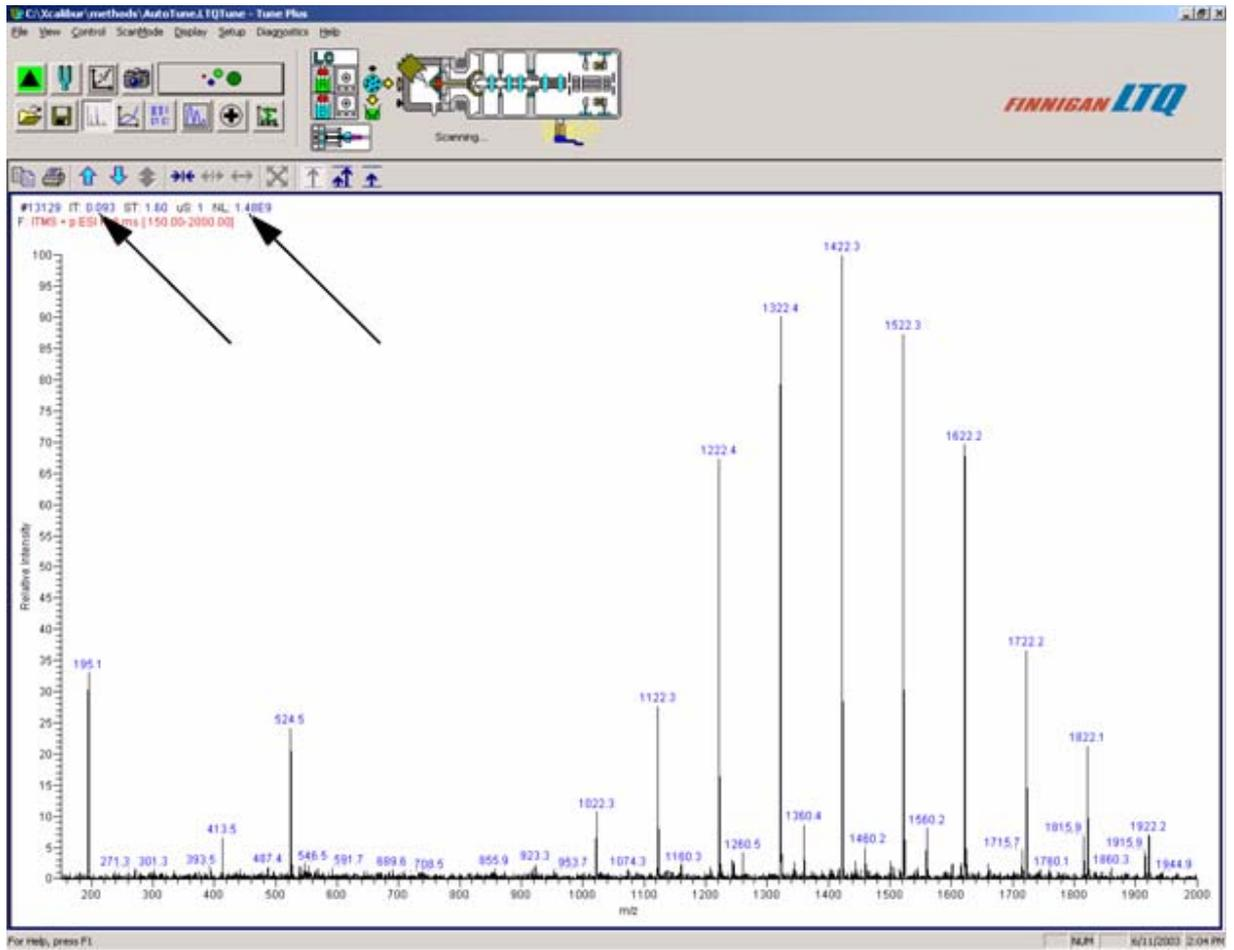

图3-7 Tune Plus 窗口的Spectrum view（质谱查看）界面，图中显示出校正液的离子化时间（IT）和归一化水平（NL）数值。
a. 在Tune Plus窗口的Spectrum view (质谱查看) 界面, 观察校正液单电荷离子的质谱图。所看到的离子如下。见图3-7。
b. 在Spectrum view (质谱查看) 界面的上边, 注意看离子化时间 (IT) 和归一化水平 (NL) 数值, 见图3-7